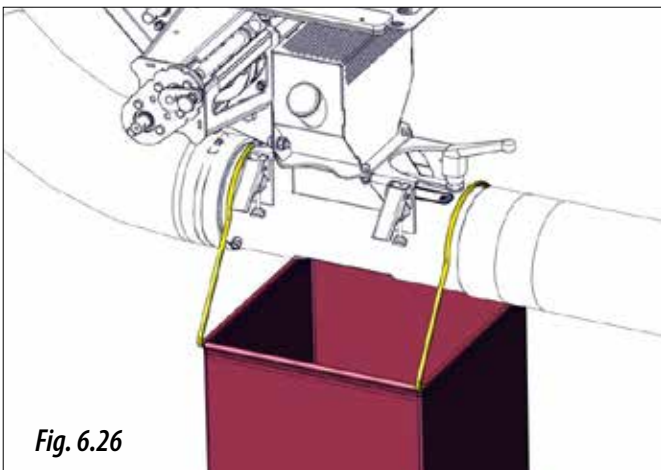

Fig. 6.26
- 3- Colocar el saco suministrado o un recipiente debajo de la salida del inyector venturi (Fig. 6.26).